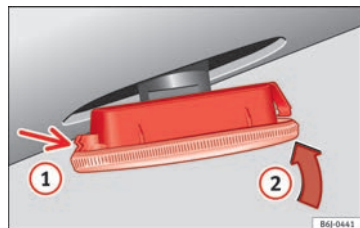

Fig. 199 Intermitente lateral.
- Coloque el intermitente en primer lugar en el orificio de la carrocería, encajando las pestañas → fig. 199, flecha **1**.
- Encaje la lámpara como indica la flecha **2** ⇒ fig. 199. ■